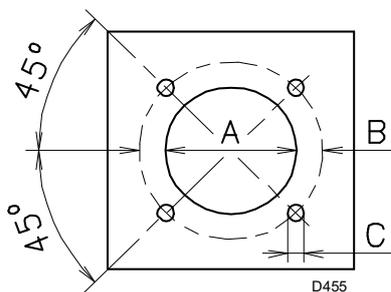

Abb. 11
Die Verschlussplatte der Brennkammer gemäß Abb. 11 aufbohren. Die Position der Gewindebohrungen kann mit dem zur Grundausrüstung gehörenden Wärmeschild ermittelt werden.
- Den gesamten Brenner in das vorher vorbereitete Bohrloch des Heizkessels einpassen, wie in Abb. 11 dargestellt, und mit den beige packten Schrauben befestigen.